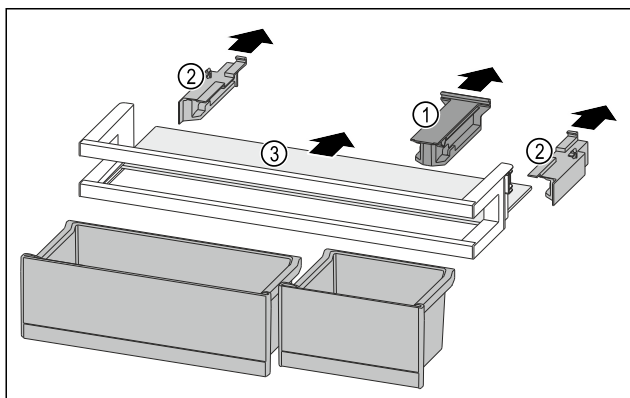

Fig. 121
- ▶ Zdjąć element trzymający Fig. 121 (1).
- ▶ Zdjąć elementy boczne Fig. 121 (2).
- ▶ Wyjąć półkę Fig. 121 (3).